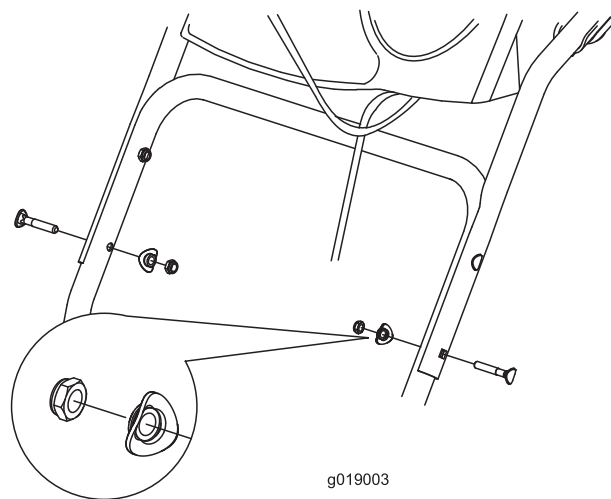

Figure 4
1. Soulevez et faites pivoter la partie supérieure du guidon pour la placer au-dessus de la partie inférieure (Figure 4).
2. Installez 2 boulons, 2 rondelles bombées et 2 contre-écrous dans les trous inférieurs du guidon (Figure 4).